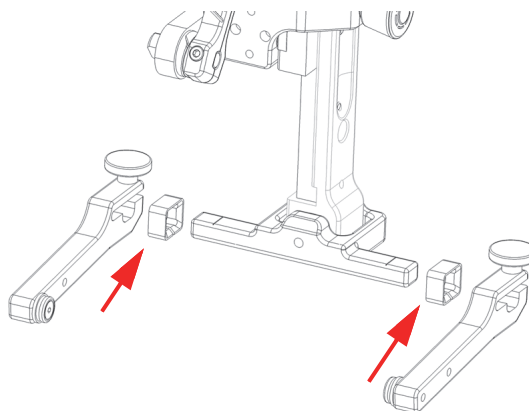

Рис. 2-15 Снятие рычагов вилки и установка прокладок
2. Вставьте прокладки с каждой стороны стержня вилки (Рис. 2-15 на стр 51).